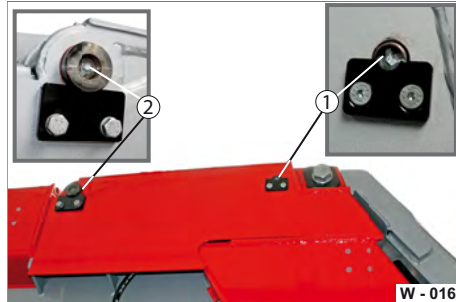

Abb. 16 Lagerstelle für Ausstellbetrieb
- ▶ Fetten Sie die Schmierstellen vorne (Abb. 16/1) und hinten (Abb. 16/2) am Schmiernippel, bis zum Fettaustritt, ab.